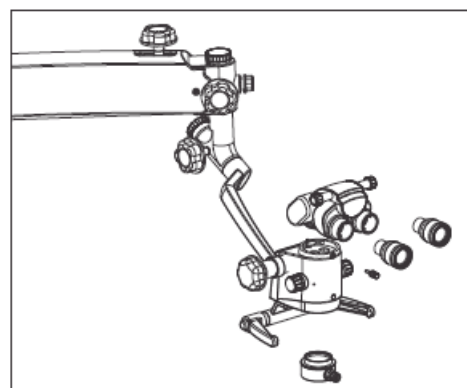

Рисунок 6
7.5 Установите бинокулярную головку и окуляры на увеличитель. Закрепите бинокулярную головку при помощи фиксатора. Смотрите рисунок 6.